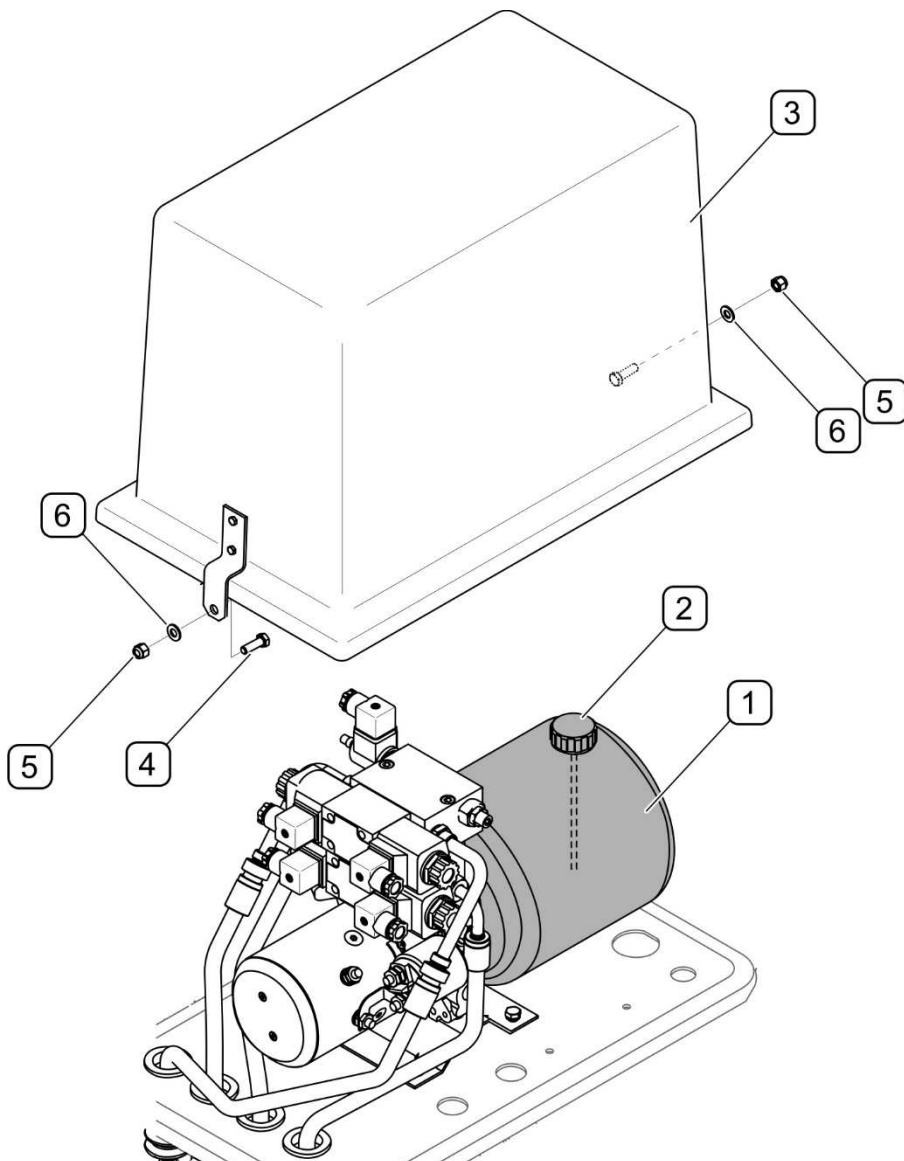

FIGURE 5.4 Contrôle du niveau d'huile (*les chasse-neige à commande électro-hydraulique*)
(1) - réservoir d'huile; (2)- bouchon de remplissage d'huile avec jauge; (3) - boîtier de l'alimentation électro-hydraulique; (4) - boulon M8x25; (5) - écrou M8; (6) - rondelle 8
Le réservoir (1) d'huile de l'alimentation électro-hydraulique (FIGURE 5.4) est muni d'un bouchon de remplissage (2) avec avec une jauge de niveau d'huile. Pour vérifier le niveau d'huile dans le réservoir, il faut :
- positionner le chasse-neige de sorte que le réservoir d'huile (1) soit de niveau,
- dévisser les écrous (5) et retirer le boîtier (3),
- dévisser le bouchon de remplissage (2) et vérifier la trace d'huile sur la jauge.
(1) - fusible 20A MAXIVAL ; (2) - boîtier ; (3) - support du fusible
Le fusible (1) de l'installation électrique du chasse-neige (seulement à commande électro-hydraulique) se trouve sous le couvercle de l'alimentation électro-hydraulique, à côté de la boîte de relais (FIGURE 5.4). Pour vérifier le fusible, enlever le boîtier (2), puis le retirer du support (3). S'il est endommagé, installer un nouveau fusible 20A MAXIVAL.